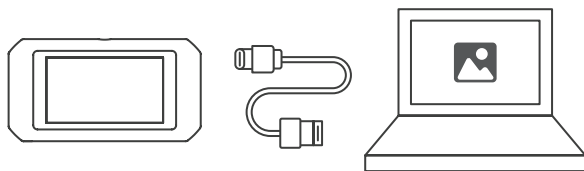

Figura 4.1.1
2. Collegare la fotocamera TC003 a un computer basato su Windows con il cavo USB in dotazione (vedere la figura 4.1.1).